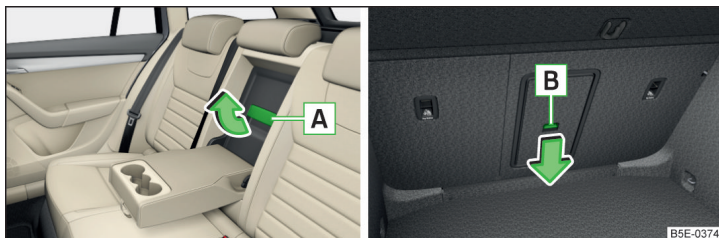

Fig. 83 Ouvrir le couvercle : depuis l'intérieur / depuis le coffre
- Tirez la poignée **A** » fig. 83 dans le sens de la flèche et rabattez le couvercle vers l'avant.
- Poussez la touche de déverrouillage **B** » fig. 83 dans le sens de la flèche et rabattez le couvercle avec l'accoudoir vers l'avant.
Veillez à ce que l'accoudoir soit bien enclenché après la fermeture. Ceci est reconnaissable au fait que la zone rouge au-dessus de la touche de déverrouillage **B** » fig. 83 n'est plus visible depuis le coffre à bagages.